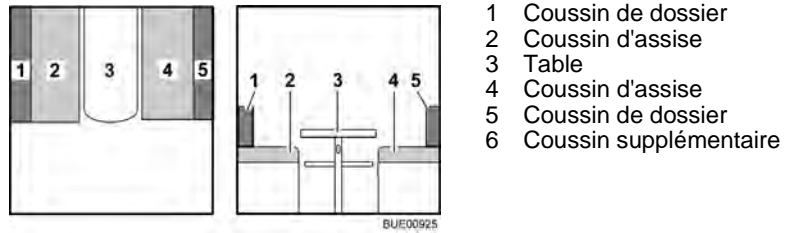

Fig. 77 Avant la transformation
- Convertir la table (Fig. 77,3) en sommier de lit (voir paragraphe 6.11).